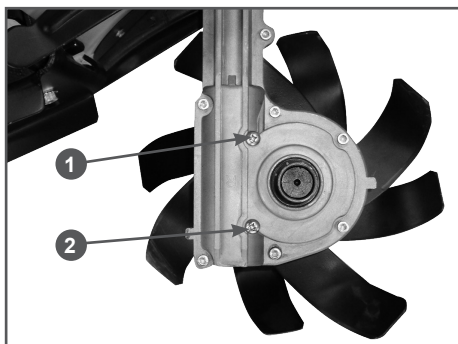

Рис. 24 Замена масла в корпусе редуктора
4. Очистите корпус редуктора вокруг пробок контрольного 1 и сливного 2 отверстий (Рис. 24).
5. Открутите пробки контрольного 1 и сливного 2 отверстий и слейте масло из корпуса редуктора в специально приготовленную для этого емкость (Рис. 24).
6. Закрутите пробку 2 сливного отверстия (Рис. 24).
8. С помощью специального шприца или масленки через контрольное отверстие 1 заливаете в корпус редуктора масло до тех пор, пока оно не начнет вытекать из контрольного отверстия 1 (Рис. 24).
9. Закрутите на место пробку 1 контрольного отверстия (Рис. 24).